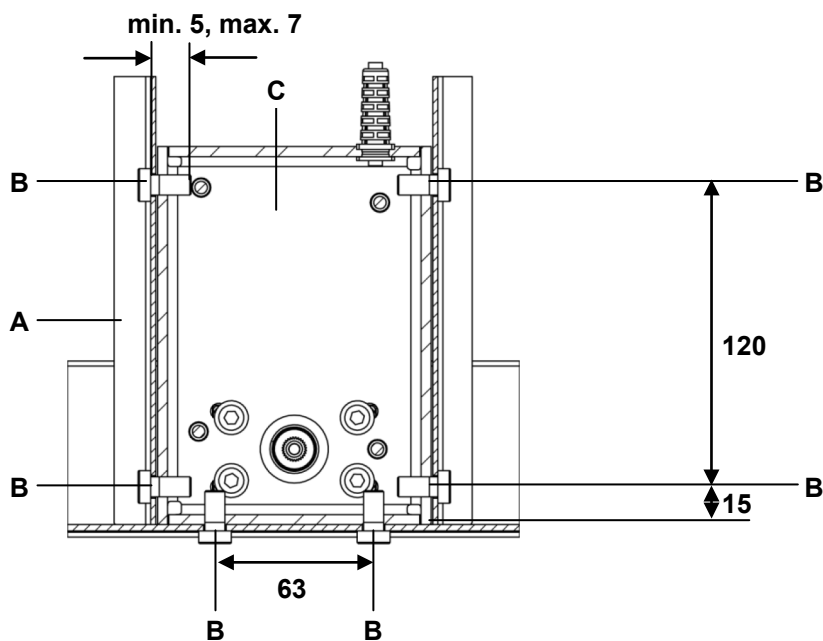
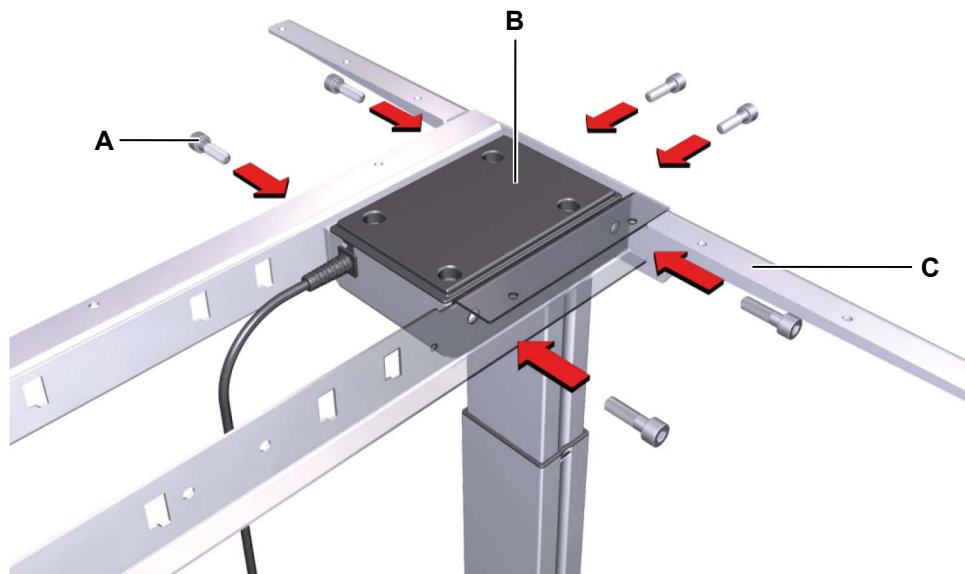

Abbildung 18 Montage Tischrahmen (Angaben in mm)
Abbildung 19 Montage Tischrahmen
- Verwenden Sie Schrauben M8 (Festigkeitsklasse 8.8), wie in Abbildung 18 gezeigt. Das Anzugsdrehmoment darf maximal 20 Nm betragen.
- 1 Legen Sie den Tischrahmen mit den Bohrungen über die Hubsäule und schrauben Sie den Tischrahmen mit sechs Schrauben an das Motorgehäuse der Hubsäulen DD11 und DD21, wie in Abbildung 19 gezeigt (maximales Anzugsdrehmoment 20 Nm). Die Montagemaße entnehmen Sie Abbildung 18.